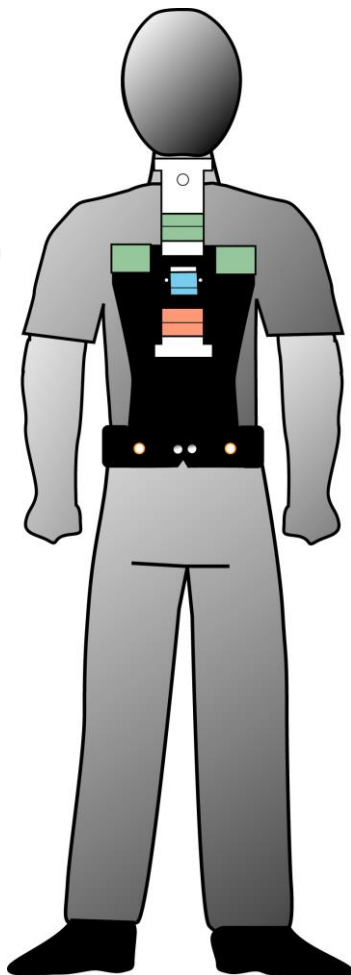

Figure 9 – Appareil de mesure centré sur le dos
14. Demandez à l'utilisateur de se tenir droit debout. Déplacez la règle de mesure du torse, figure 10-B jusqu'à ce que la fenêtre de repérage de la vertèbre C-7 figure 10-A couvre la vertèbre C-7, figure 9.